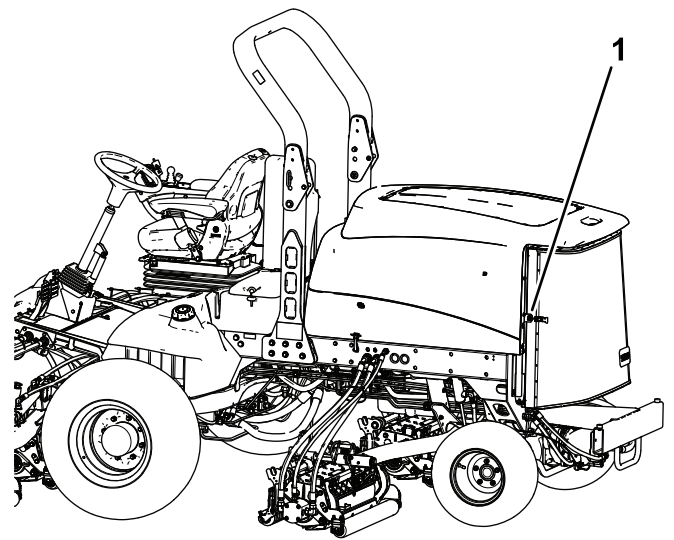

Figure 113
2. Déverrouillez et ouvrez la grille arrière (Figure 113).